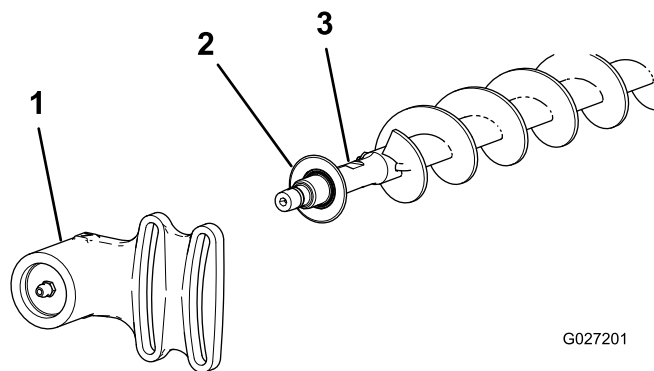
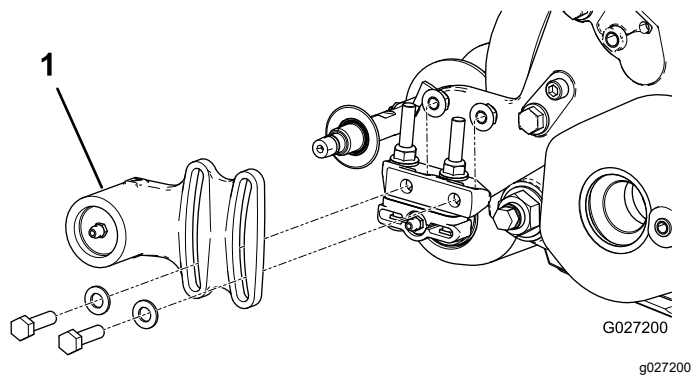

图 22
图 21
9. 把防尘圈和非传动轴承座安装到刷轴上 图 22。
1. 如果滚刀组上安装有一个滚筒刷应拆下将非传动轴承座固定到轴承座安装支架 图 21 和 图 22 上的 2 个螺栓、垫圈和螺母。
2. 滑动非传动轴承座和防尘圈从刷轴上取下来 图 22。